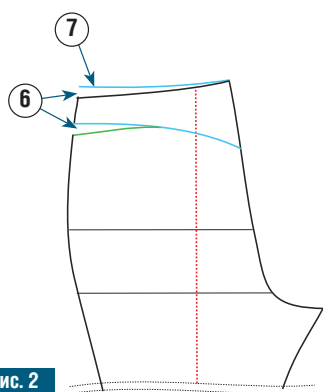

Рис. 2
⑥ На линии отреза передвиньте величину раствора талиевой вытачки, сделанной ранее на базовой выкройке (см. рис. 1), после чего, учитывая эту величину, обозначьте линию отреза (на рис. 2 отмечена голубым цветом). Начертите встроенную в этот разрез вытачку (на рис. 2 отмечена зеленым цветом), следя за тем, чтобы ее длина не вышла за пределы линии центрального сгиба (красная пунктирная линия на рис. 2). Отложите эту же величину выше линии талии.
⑦ Поверните линию талии, учитывая ее новое положение на линии бокового среза (на рис. 2 показана голубым цветом).